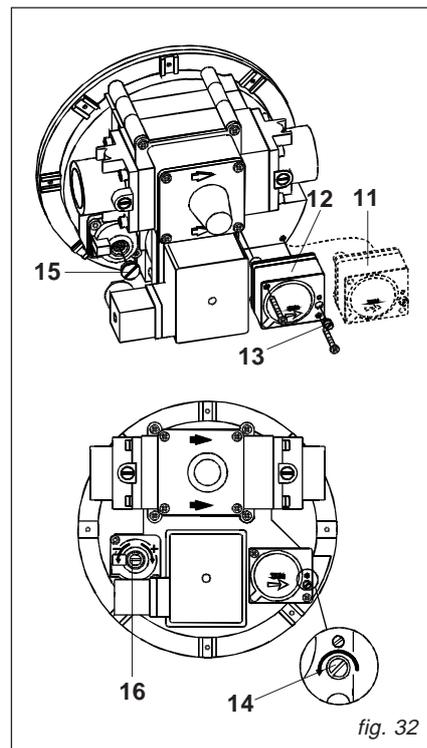

fig. 32
- Procedere alla sostituzione del regolatore di pressione **11** con quello fornito nel kit **12** (vedi fig. 32).
- Svitare il tappo **13** del regolatore di pressione (vedi fig. 32).
- Svitare il tappo **15** del regolatore lenta accensione (vedi fig. 32).
- Ruotare la vite **16** (vedi fig. 32) della lenta accensione in un campo compreso tra 5÷9 mbar (vedi manometro) in senso orario per